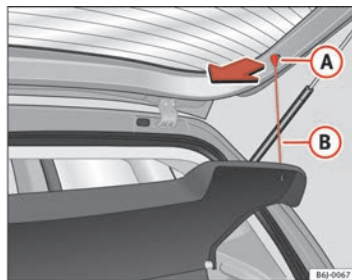

Abb. 87 Hutablage
- Hängen Sie die Streben ⇒ Abb. 87 **B** aus den Aufnahmen **A** aus.